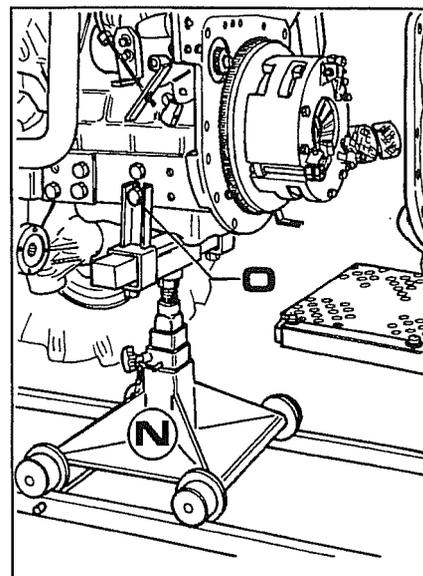

Fig. 18
18. Luego es posible separar la máquina. Para ello es necesario contar con la herramienta **N** fig. 18, indispensable para sostener y mantener alineadas las dos partes, luego fijarlo con los tornillos **O**.